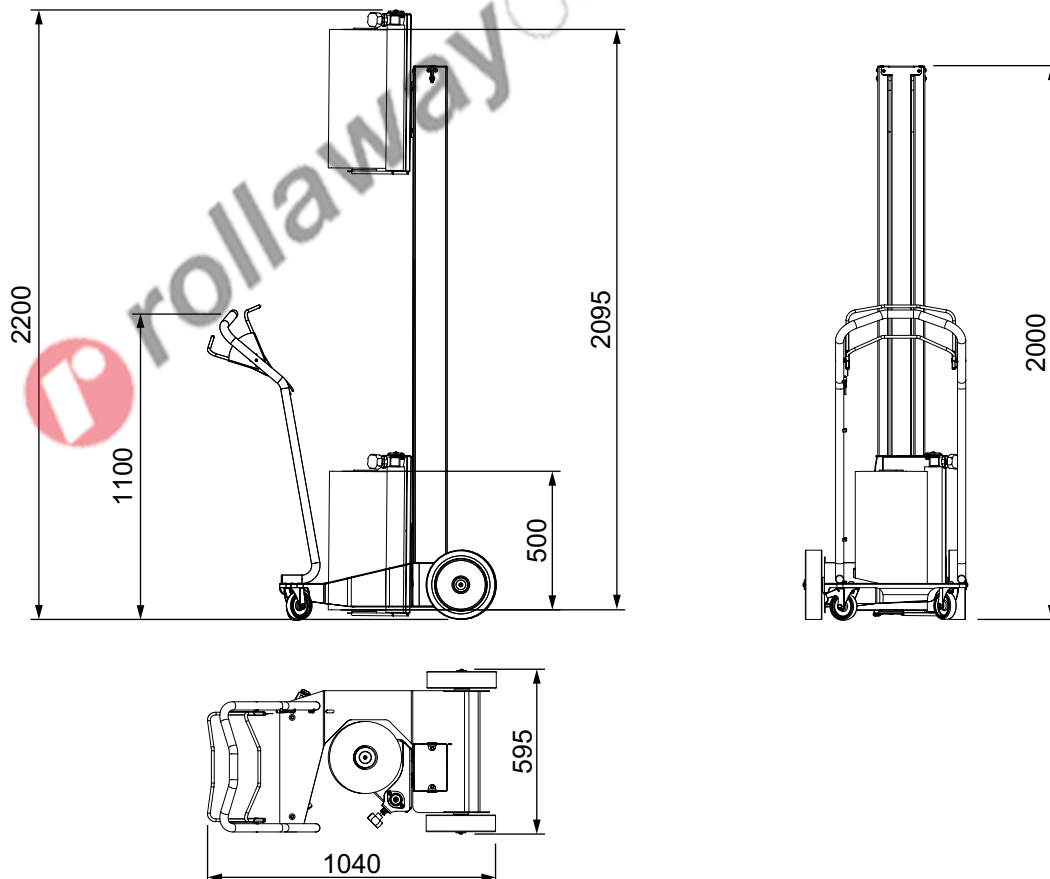

Figure 6
- Dimensions hors-tout Voir Figure 6 - pag. 18